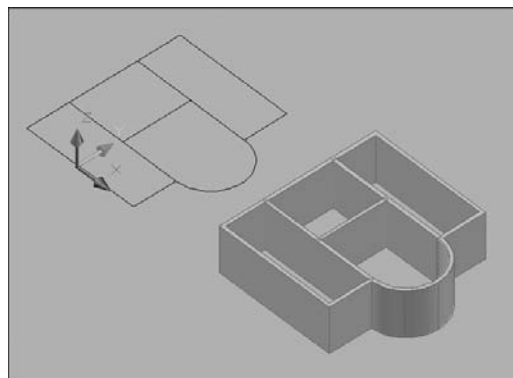

Fig.17.28
- 3 Sélectionnez une ligne, une polyligne 2D, un arc ou un cercle (fig.17.28).